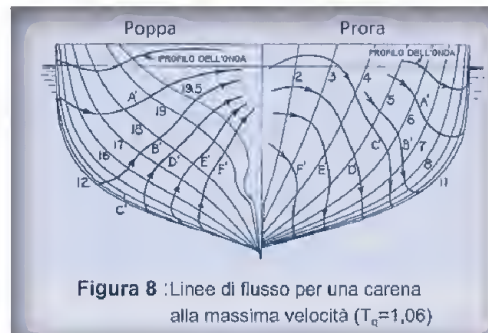

Figura 8: Linee di flusso per una carena alla massima velocità ($T_c=1,06$)
- 2) Aumento di pressione a poppa dello scafo causato dalle linee di flusso che si avvicinano. L'andamento dei filetti fluidi che corrono lungo la carena di una nave, ovviamente, variano con la velocità della stessa (Figura 8). In questa zona di poppa la velocità relativa dell'acqua rispetto allo scafo è inferiore alla velocità della nave.